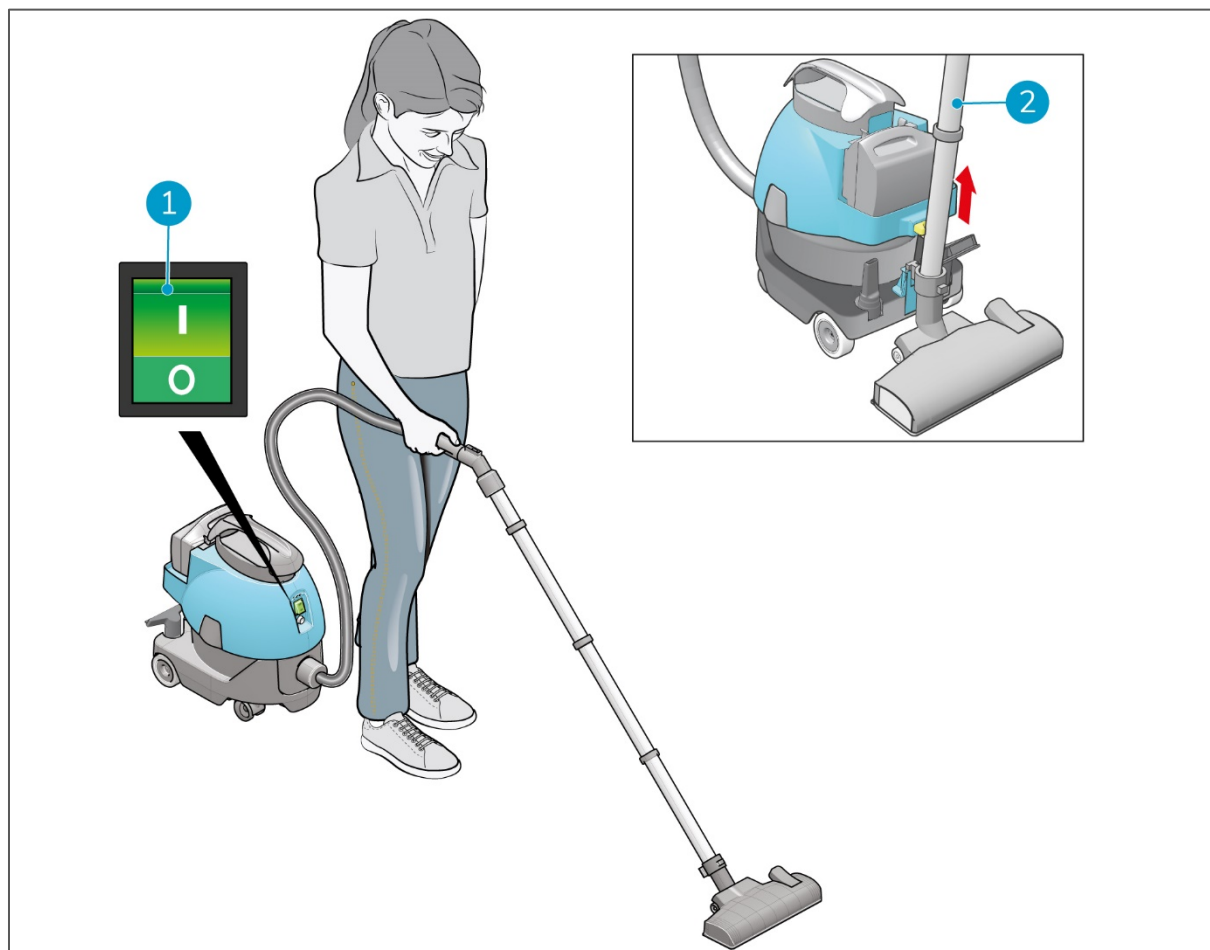

Abbildung 18
1. Drücken Sie den ON/OFF-Schalter (Figure 18, Pos. 1), um den i-vac[®] 5B einzuschalten. Die grüne LED im ON/OFF-Schalter wird eingeschaltet.
2. Nehmen Sie das Saugrohr aus der Halterung (Figure 18, Pos. 2).
1. Drücken Sie den ON/OFF-Schalter (Figure 18, Pos. 1), um den i-vac 5B auszuschalten.
2. Platzieren Sie das Saugrohr wieder in der Halterung (Figure 18, Pos. 2).